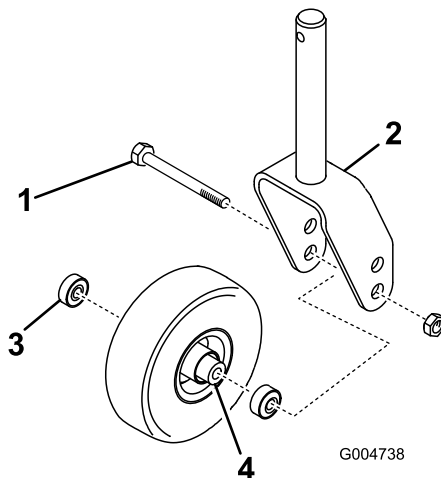

Figura 97
2. Retire el cojinete de la rueda y deje que se caiga el suplemento del cojinete (Figura 97). Retire el cojinete del otro lado de la rueda.
1. Retire la contratuerca del perno que sujeta el ensamble de la rueda giratoria entre la horquilla (Figura 97) o el brazo de pivote. Sujete la rueda giratoria y retire el perno de la horquilla o del brazo de pivote.